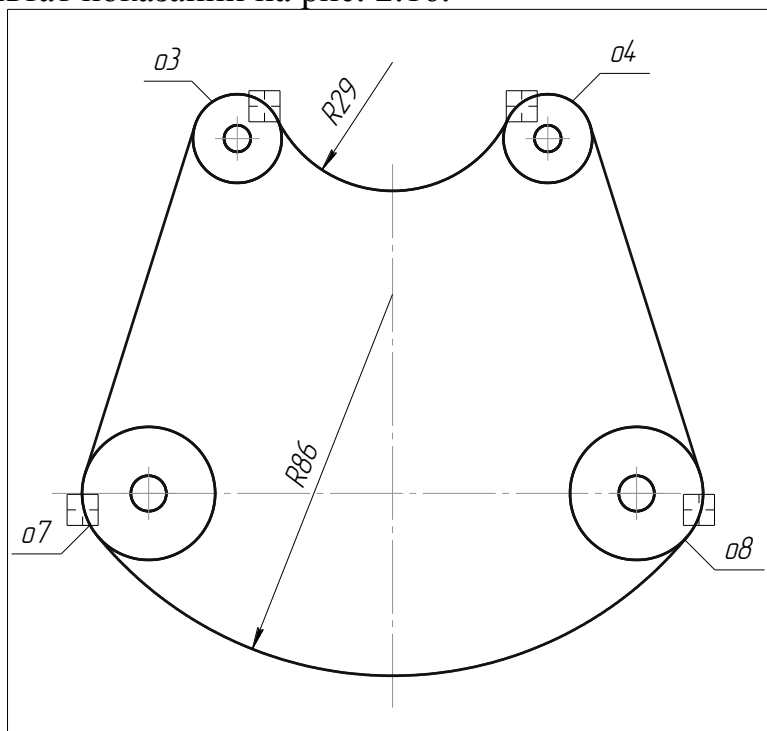

Рис. 2.16.
14. Аналогічно виконайте спряження радіусом 86 мм між двома колами $o7$ і $o8$ радіусом 15 мм. Результат показаний на рис. 2.16.
17. Побудуйте спряження між колом o_6 і лівим відрізком дугою радіусом 12 мм. Натисніть кнопку «Скругление» на розширені панелі Геометрія. В полі «Радіус» скруглення в „Панеле свойств” введіть значення 12 мм і вимкніть усікання другого відрізка, нажав відповідну кнопку на „Панеле свойств”. Після цього вкажіть мішенню на коло o_6 (мішень 3) і відрізок (мішень 4). Результат виконання операцій показаний на рис. 2.16.